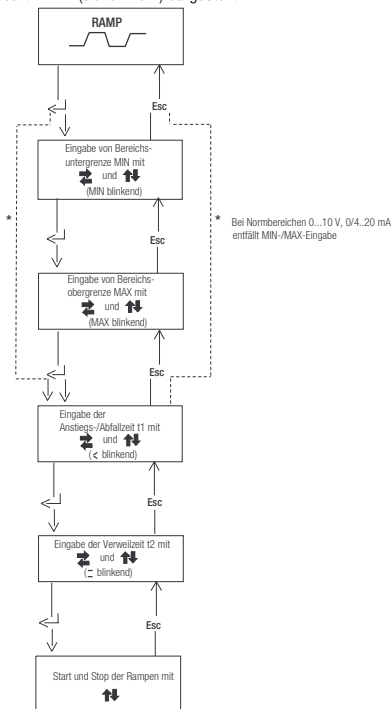

Bild 12 Menüstruktur für die Eingabe der Rampenparameter
In Bild 12 ist die Menüstruktur für die Eingabe der Rampenparameter nach Wahl der Ausgabeart RAMP (siehe Bild 4) dargestellt.
Nach Eingabe aller Rampen-Parameter gemäß Menüstruktur Bild 12 wird die Rampe mit den Tasten  (3) und  (4) gestartet und gestoppt.